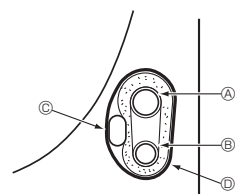

Fig. 4-5
4.4.1. Αποθήκευση στο χώρο σωληνώσεων της μονάδας (Fig. 4-5)